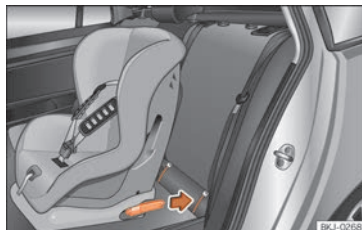

Fig. 38 Seients del darrere: col·locació del seient per a nens amb sistema ISOFIX.
- Enganxeu el seient per a nens a les argolles de subjecció ISOFIX o i-Size fins que s'encasti d'una manera audible »» fig. 38.